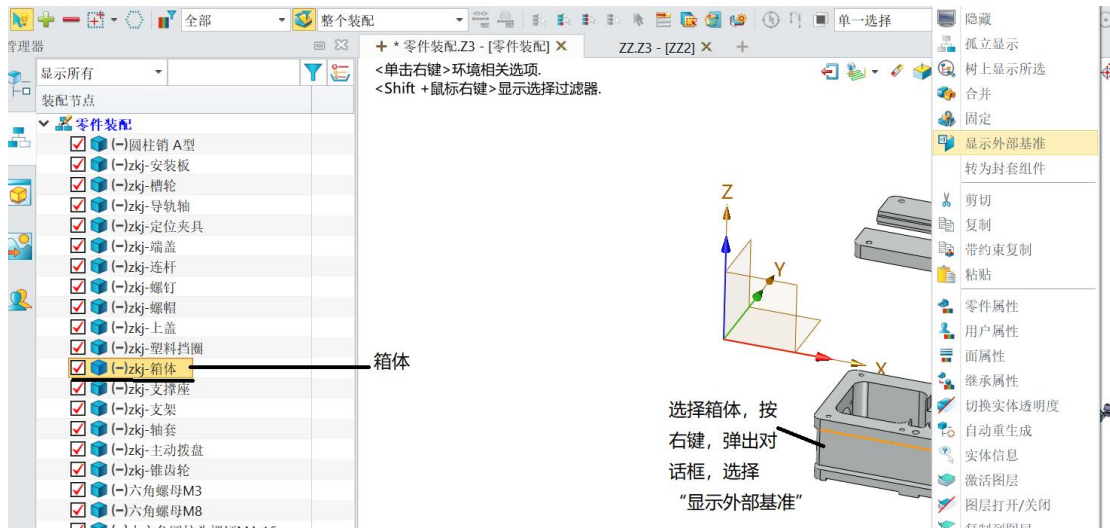

图 12-20 显示外部基准
(1) 机构主体的固定。本机构首先固定箱体，如图 12-20 所示。